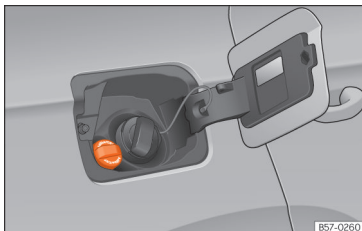

Fig. 282 Tappo di rabbocco del serbatoio di AdBlue.
- Aprire lo sportellino del serbatoio » » » **fig. 282.**
- Svitare il flacone in senso antiorario ed estrarlo verso l'alto con cautela » » » ❶.
- Ruotare verso sinistra il tappo del bocchettone di riempimento dell'SCR » » » **fig. 282.** »